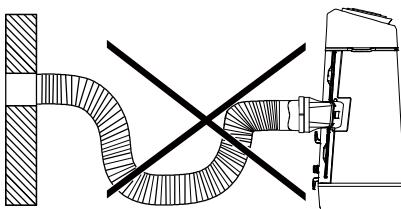

Рис. 7
**Примечание 3:** Воздухоотвод может растигиваться от 38 см в сложенном состоянии до 150 см в растянутом, но предпочтительно оставлять минимально необходимую длину воздухоотвода. Убедитесь также в отсутствии у шланга острых загибов и провисаний (рисунок 7).